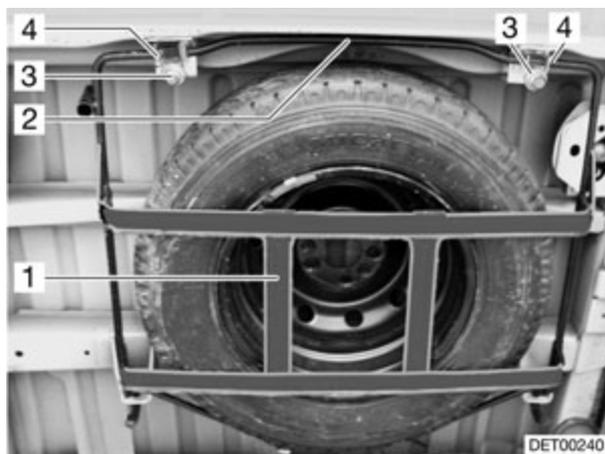

Fig. 210 Roue de secours dans le panier
- Desserrer les vis (Fig. 210,3) du crochet droit et gauche (Fig. 210,4) de la roue de secours.
- Appuyer légèrement l'étrier (Fig. 210,2) vers le haut, appuyer le crochet vers l'arrière et décrocher l'étrier.
- Défaire entièrement le panier (Fig. 210,1) et extraire la roue de secours.